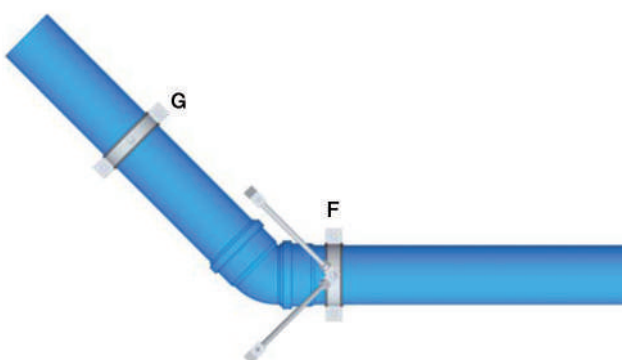

Ilustración 12 – Uso del sistema de sujeción adicional para los cambios de dirección.
- ✓ Un soporte adicional en cada cambio de dirección (ilustración 12).